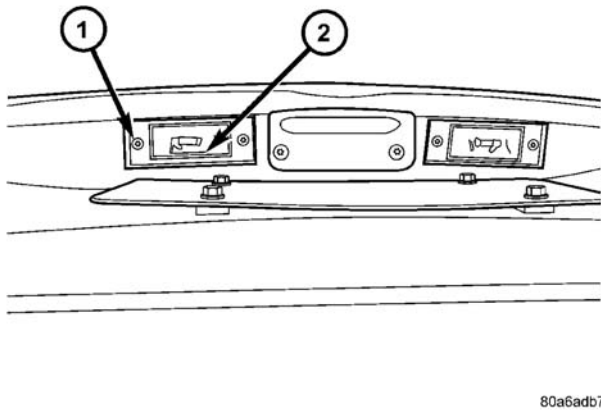

图 24 牌照灯装置
- (1) 断开并隔离蓄电池负极电缆。
- (2) 拆卸 2 个螺钉（图 24）。